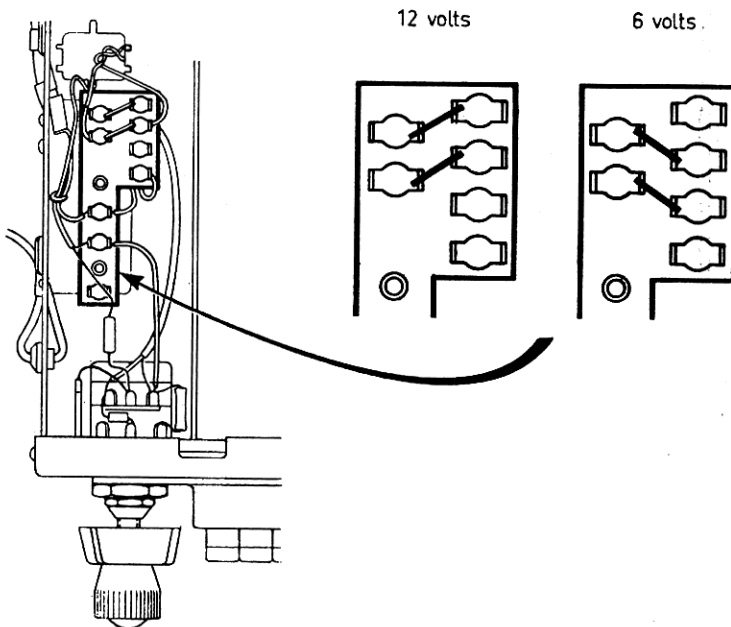

Fig. 9
- Etablir sur la plaquette de connexion qui se place dans le coin avant droit, les connexions correspondant à la tension désirée (voir fig. 9).